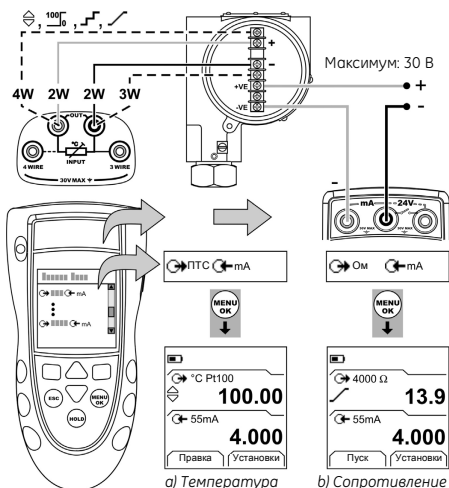

Рисунок 3: Пример конфигурации - Калибровка датчика с внешним питанием петли
1. Подключите прибор (Рисунок 3/4) и, при необходимости, отрегулируйте *Настройка* (Таблица 1).